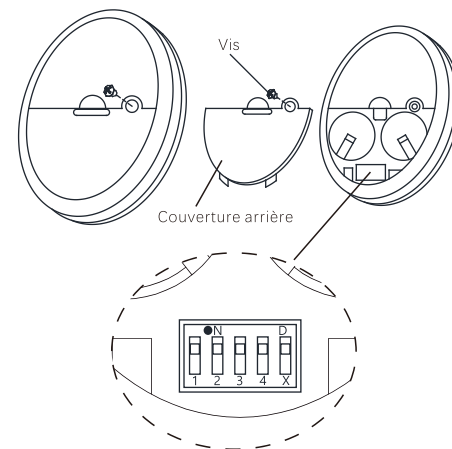

Fig.20
INSTALLATION DES BATTERIES DU TRANSMETTEUR (Fig.20)
Étape 1. Le couvercle arrière de l'émetteur et la vis de sécurité sont enlevés. (Fig.20)
RÉGLAGE DES INTERRUPTEURS DE FRÉQUENCE « 1-4 » (Fig.20)
RÉGLAGE DE L'INTERRUPTEUR DE FONCTION DE L'ÉCLAIRAGE « D/X » (Fig.20)